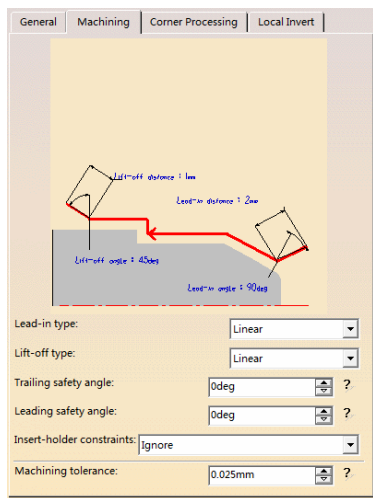

图 6-130 “Machining”选项卡(5)
- 单击“Machining”选项卡(5), 设置切入/切出参数如图 6-130 所示。